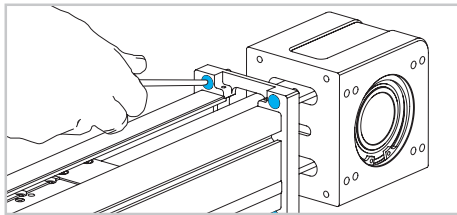

Fig. 14
- 14) Séparer la tête d'entraînement du profilé en desserrant les 4 vis (Fig. 14)